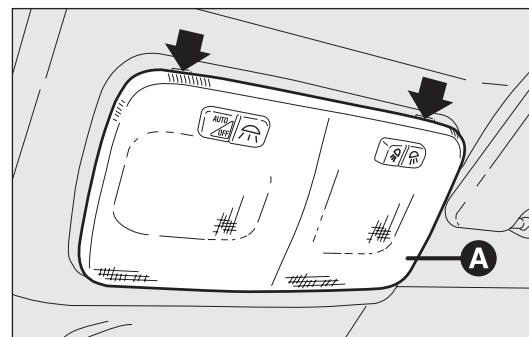
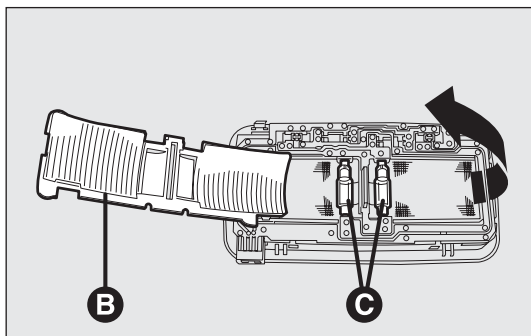

fig. 205
fig. 206
- agir sur les points indiqués par les flèches et enlever le plafonnier A-fig. 205;
- ❑ ouvrir la trappe de protection B-fig. 206 ;
- ❑ remplacer les ampoules C-fig. 206 en les dégageant des contacts latéraux et en s'assurant que les nouvelles ampoules sont correctement bloquées entre les contacts ;
- ❑ refermer la trappe B-fig. 206 et fixer le plafonnier A-fig. 205 dans son logement, puis vérifier qu'il soit bien bloqué.